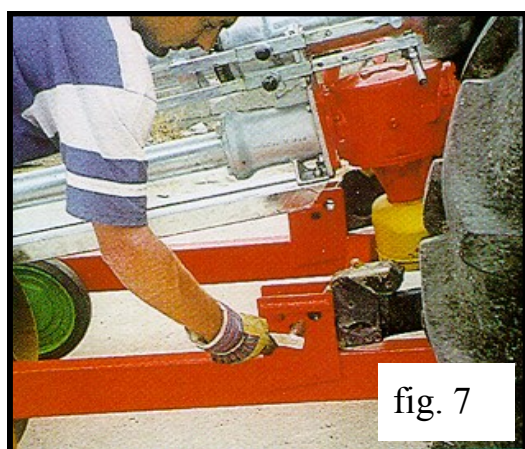
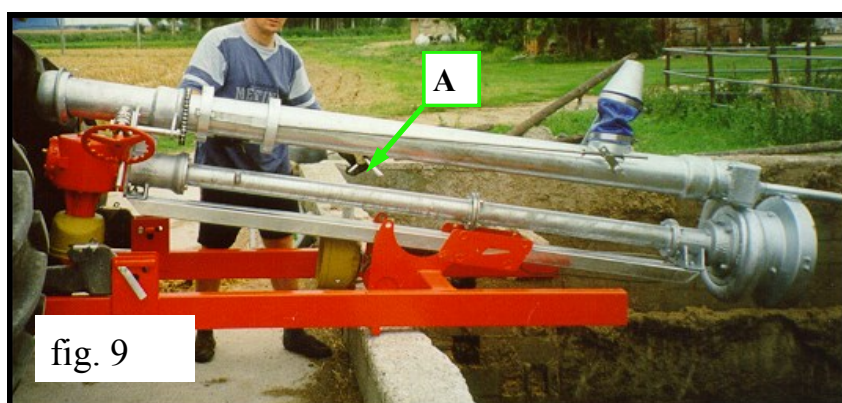

fig. 7
fig. 9
Agganciare al sollevamento del trattore il carrello tramite, gli appositi spinotti fig. 7. Indietreggiare fino a raggiungere il bordo vasca. Togliere le ruote fig. 8, abbassare il sollevamento del trattore appoggiando il carrello sul muretto della vasca fig. 9. Estrarre la spina di bloccaggio della macchina part. A fig. 9.
- Terminare il recupero della pompa azionando nuovamente la presa di forza del trattore. Fissare la pompa mediante l'apposito spinotto di bloccaggio A fig. 9